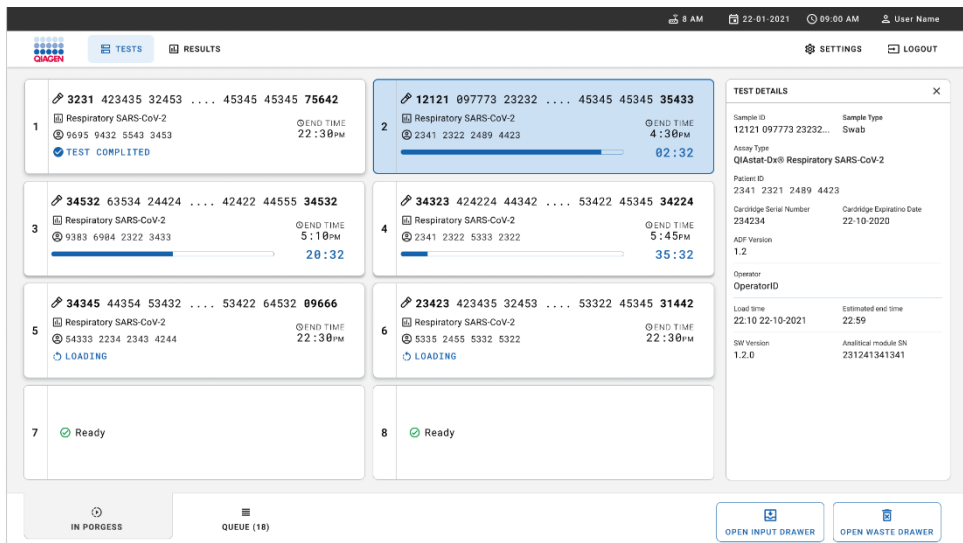

Figura 33. Informazioni sull'esecuzione dei test nella schermata di coda.
17. Durante l'esecuzione dei test, il tempo rimanente e altre informazioni a proposito dei test in coda sono visualizzate sul touchscreen (Figura 33).